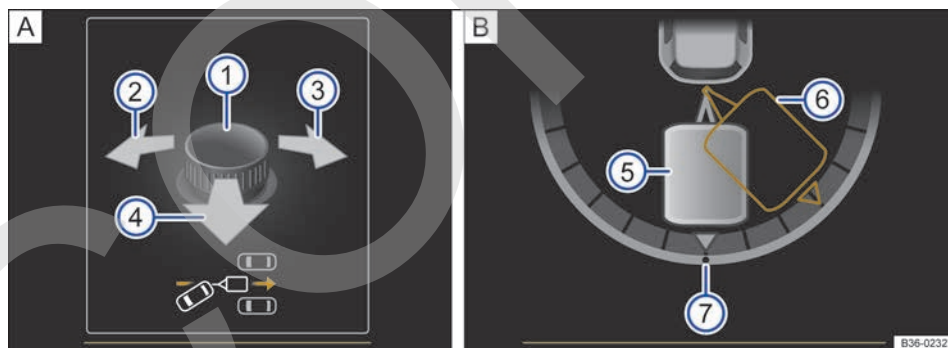

Fig. 168 En la pantalla del cuadro de instrumentos: manejar el asistente para maniobras con remolque.
Leyenda de la fig. 168:
- Bascule el mando hasta alcanzar la dirección deseada. En la pantalla del cuadro de instrumentos aparece a modo de orientación una representación del conjunto vehículo tractor y remolque en la posición actual → fig. 168 .